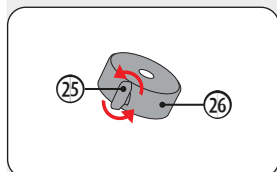

Fig. 12 : Dévisser la vis de fixation du contrepooids
2. Dévissez la vis de fixation (25) du contrepooids (26) (Fig. 12) jusqu'à ce qu'elle ne soit plus visible à travers le trou (Fig. 12).